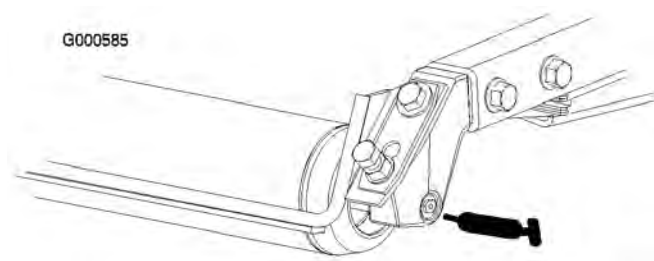

Figura 27
- Cuscinetti a rulli posteriori (2 per apparato di taglio) (Figura 27)
Nota: I raccordi di ingrassaggio sono montati a paro sui rulli (Figura 27) e necessitano di un adattatore per l'ugello dell'ingrassatore a pressione. Per ottenerlo, ordinate il N° cat. 107-1998 presso il Distributore Toro autorizzato di zona.